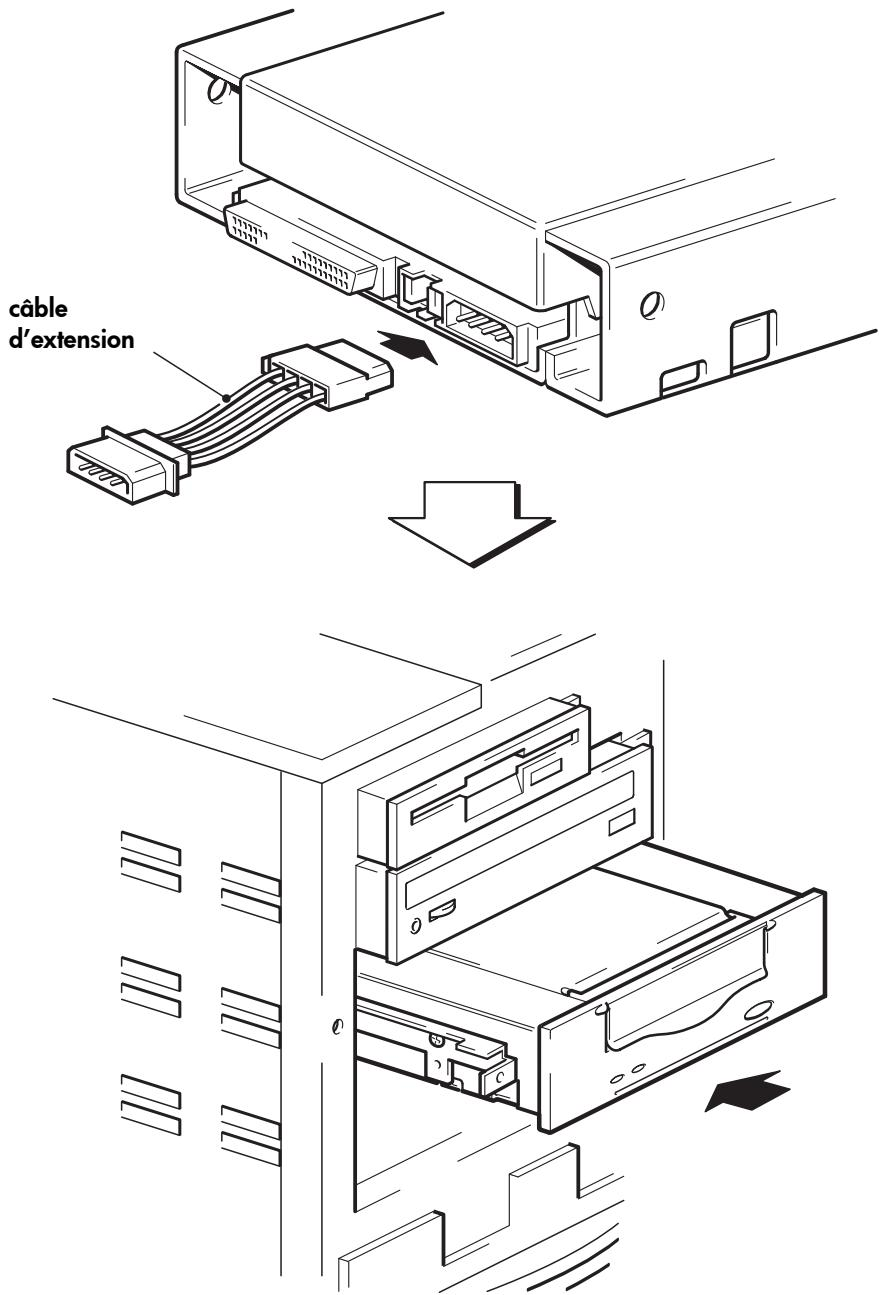

Figure 7 : installation du lecteur
- 1** Branchez le câble d'extension sur le connecteur d'alimentation situé à l'arrière du lecteur de bande, comme le montre la figure 7.
- 2** Glissez le lecteur de bande dans la baie ouverte en alignant les trous du châssis ou les rails sur les logements de la baie, comme le montre la figure 7.